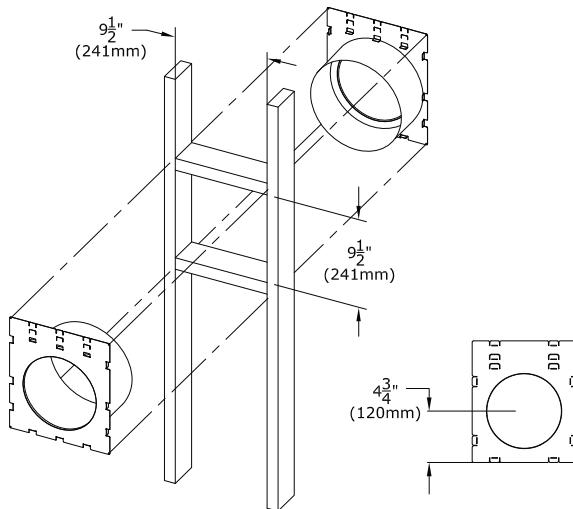

Figure 3.5 - Dégagements du conduit d'évacuation horizontal
Voir la FIGURE 3.5 ci-dessous pour les dégagements suivants:
Voir la FIGURE 3.5 ci-dessous pour les dimensions d'encadrement du conduit d'évacuation minimum à terminaison horizontale.
1. Mesurez la distance entre le plancher du foyer et le centre du point de traversée murale prévu du conduit d'évacuation. Les dimensions du conduit rigide de la FIGURE 3.5 utilisent un coude Simpson DuraVent.